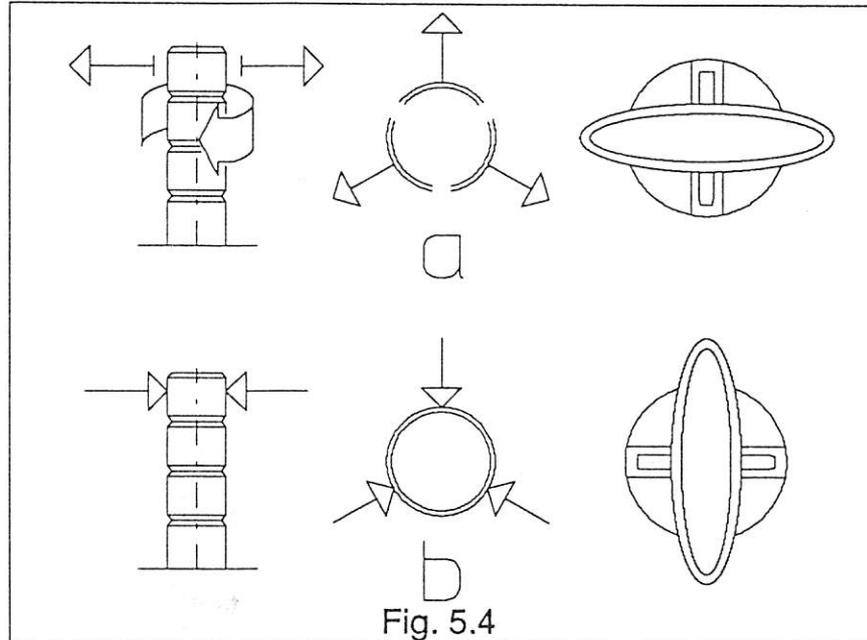

Fig. 5.4
2) den Werkzeugdorn mit dem Griff B der Abb. 5.4 blockieren (am Griff ziehen und ihn im Uhrzeigersinn um 90° drehen, wie in der Abb. 5.4 Position b) gezeigt;
7) den Spindeldorn mit Hilfe des Griffs B der Abb. 5.4 entriegeln (den Griff ziehen und im Gegenuhrzeigersinn um 90° drehen, wie in der Abb. 5.4 Position a) gezeigt).
1) Den Spindeldorn mit dem Griff B der Abb. 5.4 blockieren;
- 7) den Spindeldorn mit dem Griff B der Abb. 5.4 entblocken.